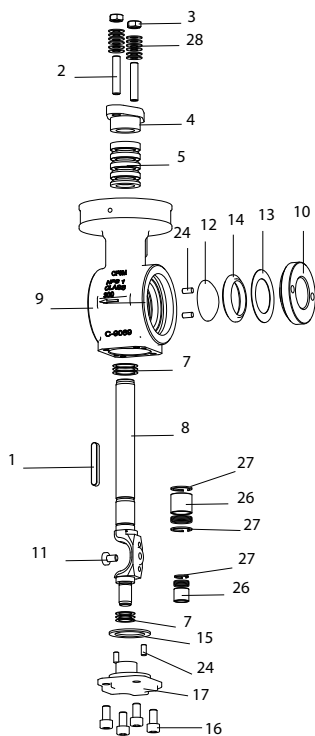
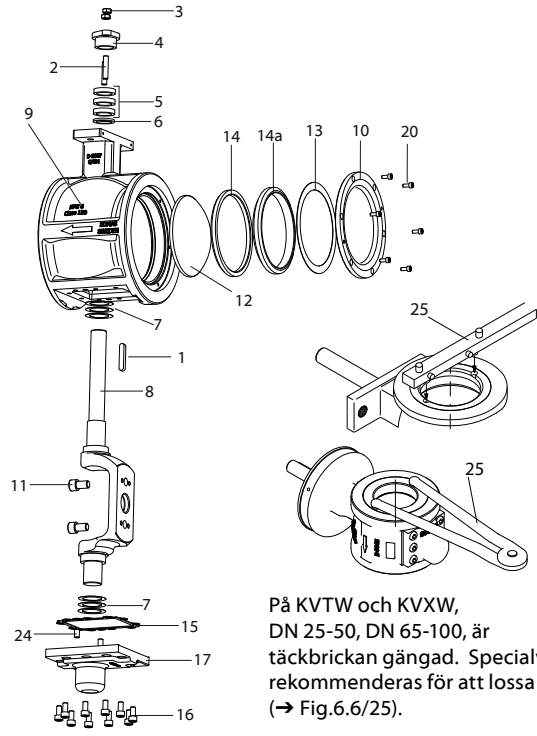

Fig.6-4
Fig.6.6
På KVTW och KVXW, DN 25-50, DN 65-100, är täckbrickan gängad. Specialverktyg rekommenderas för att lossa täckbrickan (→ Fig.6.6/25).
1. Avlägsna täckbrickan (→ Fig.6-4/10) med en haknyckel (→ Fig.6-6/25).
2. Demontera fjäderbrickan (→ Fig.6-4/13), säte (→ Fig.6-4/14).
På KVTW och K VXW, DN 25-50, DN 65-100, är täckbrickan gängad. Specialverktyg rekommenderas för att lossa täckbrickan (→ Fig.6-6/25).
2. Smörj in sätets tätningsyta och täckbrickans skruvar (→ Fig. 6-6/20) med en montagepasta typ molybdendisulfid. För ventiler med gängad täckbricka smörjes även gängen i ventilhuset in.